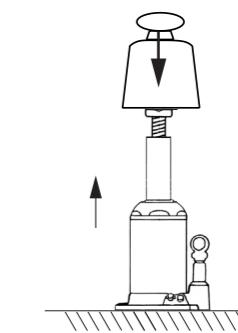

Fig.3
- Kontroller at donkraften står på et plant og fast underlag ved løfting (Fig. 3).
- Tilsl. at donkraften står på et plant og fast underlag ved løft (Fig. 3).
- Let erop dat de krik bij het heffen op een vlakke en vaste ondergrond staat (Fig. 3).
• Controllare che il martinetto si trovi su una superficie piana e solida in sede di sollevamento (Fig. 3).